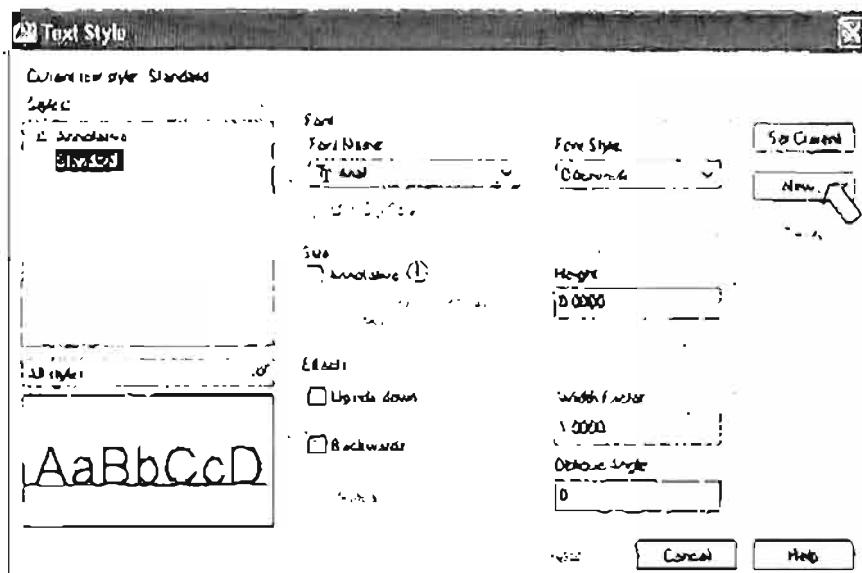

Рис. 2.19 Диалоговое окно **Text Style** для настройки текстового стиля
- 1 Щелкните левой клавишей мыши на кнопке **Text Style** (Текстовые стили). Появится диалоговое окно **Text Style** (Текстовые стили) (рис. 2.19).